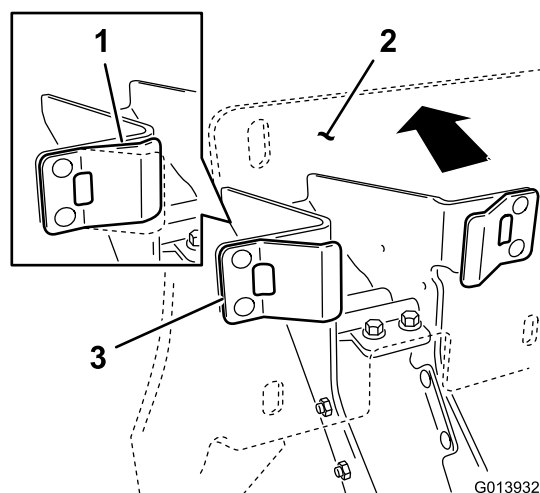

図 11
4. プラスチック製のストップがスプリングのタブに接触していることを確認し、クレードルのバックプレート・アセンブリに力をかけて、スプリングタブを途中まで縮める 図 11